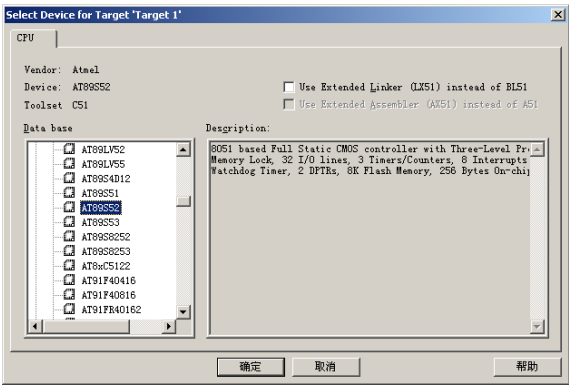

图 25-13 选择单片机 AT89S52
(1) 在 μ Vision3 中，选择“Project”→“New”→“μ Vision Project”命令，新建一个工程，并保存。
(2) 在弹出的选择器件对话框中选择 Atmel 公司的 AT89S52，如图 25-13 所示。